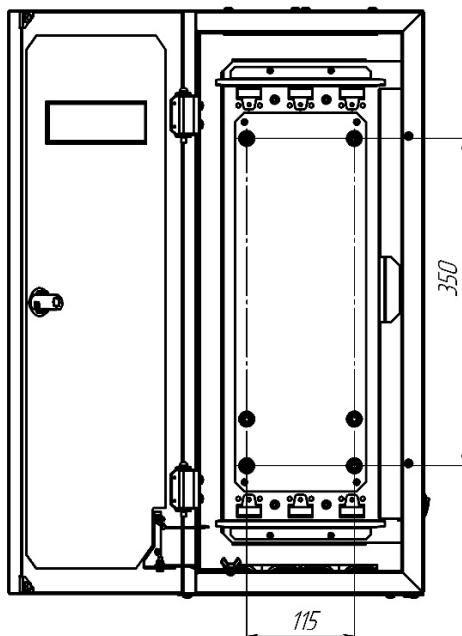

Рис. 3
2.3. В стене выполните отверстия для крепления рециркулятора по размерам, указанным на рис. 3. Элементы крепления в комплект не входят. Диаметр отверстия М6;